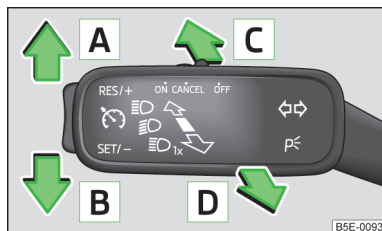

Fig. 26
- Tirar de la palanca de intermitentes y luz de carretera hacia el volante y empujar hacia abajo » fig. 26 de la página 47.
- Tirar de la palanca de intermitentes y luz de carretera hacia el volante y empujar hacia arriba » fig. 26 de la página 47.
➤ Colocar la palanca en posición **A** o bien **B** hasta el tope » fig. 26.
➤ Colocar la palanca en posición **C** (posición de suspensión elástica) » fig. 26.
➤ Colocar la palanca en posición **A** o bien **B** hasta el tope » fig. 26 - la luz de posición en el lado derecho o izquierdo del vehículo se conecta.